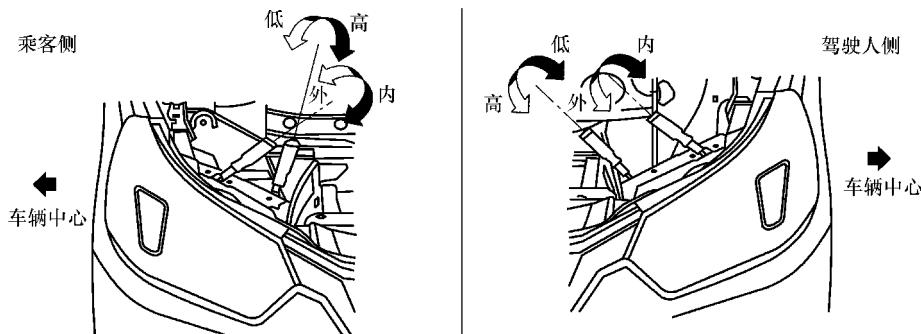

图 10-26 调整前照灯光束
- 2) 如图 10-26 所示, 用螺钉旋具转动每个光束调整螺钉, 使垂直和水平光束在规定的范围内。